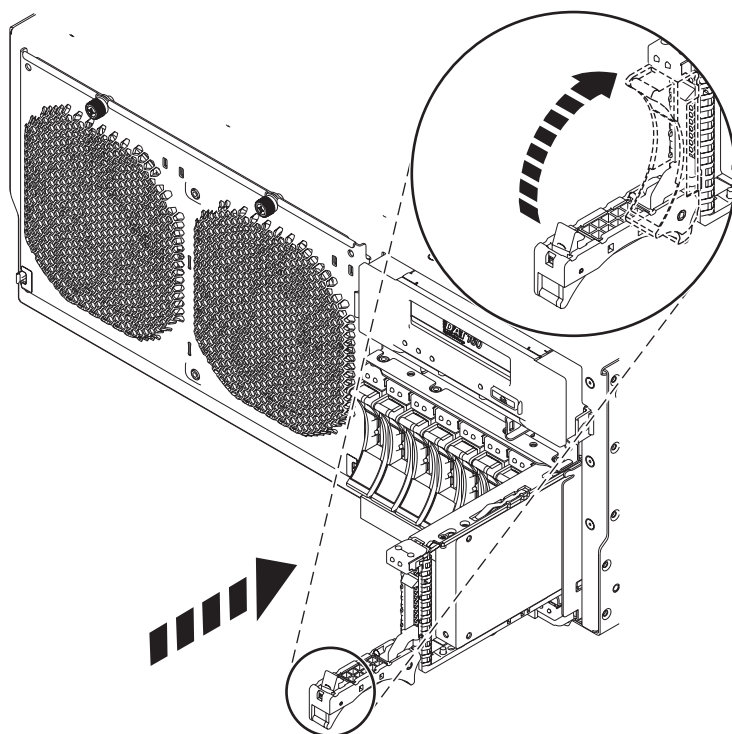

Figura 13. Instalación de una unidad de disco en el sistema
8. Cuando el LED de identificación se encienda de manera fija, deslice la unidad hasta el fondo del sistema o de una unidad de expansión y empuje hacia adentro el asa de la unidad (**A**) hasta que quede encajada, como se muestra en Figura 13.